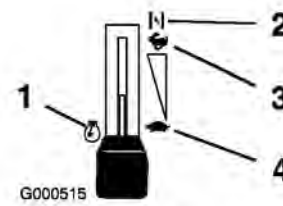

Figure 9
6. Lorsque le moteur a démarré, amenez progressivement la manette d'accélérateur en position de Haut régime (Figure 9). Si le moteur cale ou hésite, ramenez la manette d'accélérateur en position de Starter pendant quelques secondes. Réglez ensuite la manette
1. Placez la manette d'accélérateur en position de ralenti (Figure 9).